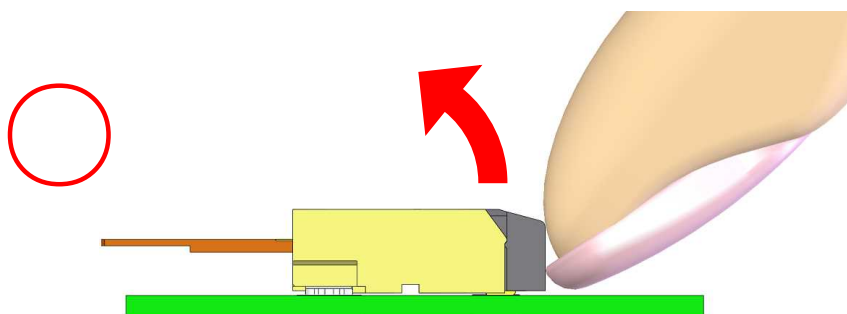

Fig.4. アクチュエータロック解除方法 (The release operation method of Actuator)
- (5) アクチュエータのロック解除操作の際は、アクチュエータの溝部を Fig.4 の矢印方向に引き上げて下さい。
In the case of release operation of Actuator, please pull up the slot on the actuator in the direction of an arrow of Fig.4.